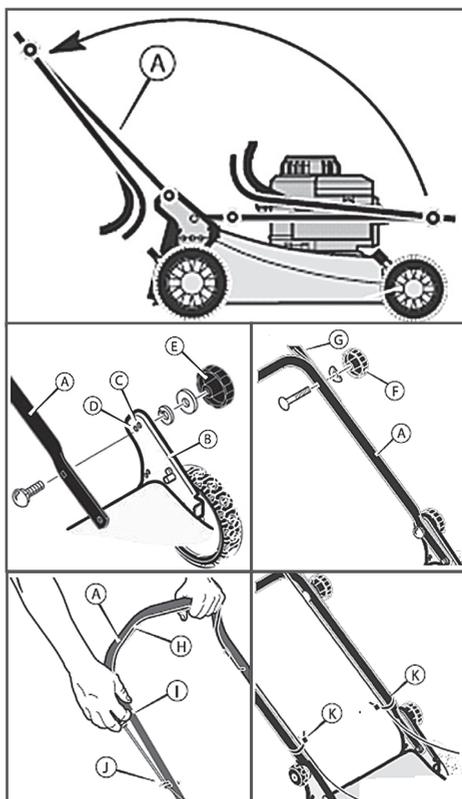

Рис. 3 Сборка газонокосилки
3. Установите нижнюю часть А рукоятки в рабочее положение (Рис. 3).
4. В скобе рукоятки (В) имеется два крепежных отверстия (Рис. 3). Используйте отверстие (С) для крепления рукоятки в верхнем положении. Используйте отверстие (D) для крепления рукоятки в нижнем положении.
5. Закрепите отверстие в любом из отверстий (С) или (D), в соответствии с рисунком. Закрутите зажимы (Е) до фиксации нижней части рукоятки.
6. Снимите зажимы (F) и крепежные элементы с нижней рукоятки (А). Установите верхнюю рукоятку (G) в рабочее положение. Затягивайте зажимы (F)